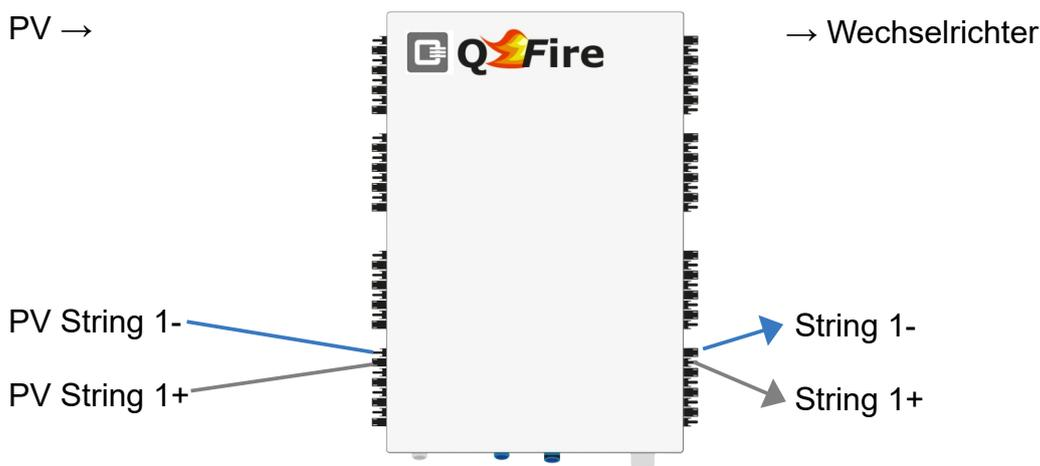

Abbildung 16: Anschlüsse Schaltbox
2. Strings mit MC4 Steckern an der Schaltbox anschließen, siehe Abbildung 16: